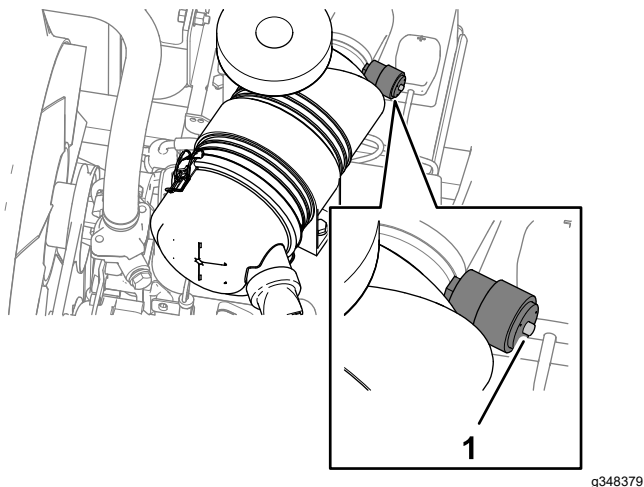

Figura 61
- Controllate la spia di ostruzione del filtro dell'aria (Figura 61).
Nota: Revisionate il filtro primario dell'aria quando la spia di ostruzione del filtro (Figura 61) è rossa. La sostituzione del filtro dell'aria con frequenza aumenta la possibilità di ingresso di sporcizia nel motore quando il filtro viene rimosso.